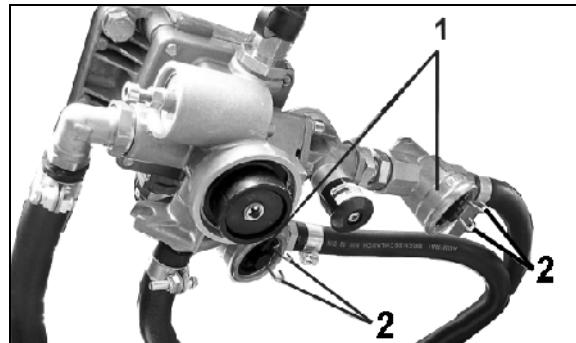

Fig. 73
To ledningsfiltre (Fig. 73/1) rengjøres hver 3. måned (oftere ved vanskelige driftsforhold). I tillegg
- (1) trykkes begge flikene (Fig. 73/2) sammen og filterhuset med o-ring, trykkfjær og filterinnsats tas ut
- (2) rengjøres filterinnsatsen med bensin eller fortynner, skylles deretter med vann og tørkes med trykkluft.